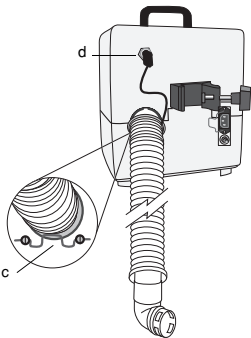

図2 ホースの固定
4. 図2のように本体背面にホースを取り付けて、サーミスタケーブルをサーミスタ差込口(d)に接続します。